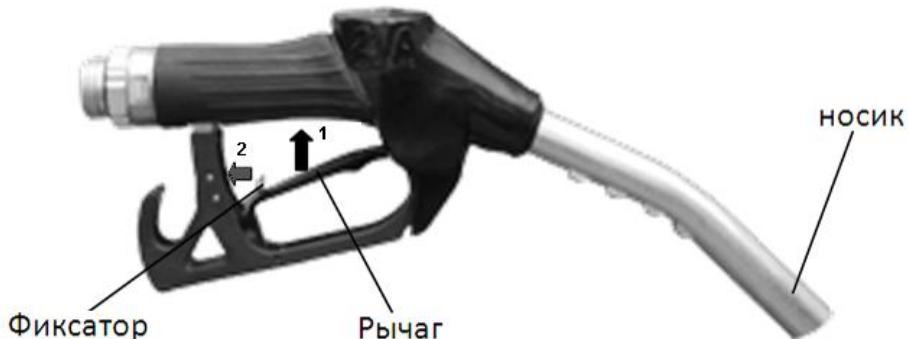

Рис. 2 Фиксация рычага крана раздаточного
- выжать рычаг и зафиксировать его, как показано на Рис. 2